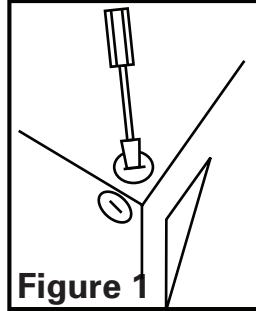

Figure 1
- Choisir un emplacement pour votre ventilateur. Pour assurer la meilleure performance du débit d'air et sonore, il est recommandé que la longueur des conduits et que le nombre de coudes soient gardés au minimum et que des conduits rigides isolés soient utilisés. Ce ventilateur nécessitera au moins 20,3cm (8po) de dégagement dans le plafond ou le mur, et s'installe au travers de cloison sèche d'une épaisseur de jusqu'à 1,9cm (3/4po). Le ventilateur s'installe entre 40,6cm ou 61cm (16po ou 24po) au centre des solives à l'aide des quatre (4).
- Sélectionner l'alvéole défonçable la mieux appropriée et l'enlever à l'aide d'un tournevis à lame plate (Figure 1).